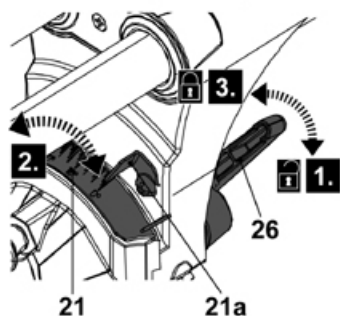

Fig. 7
- > Solte o manípulo de bloqueio do bisel (26) (Fig. 7, passo 1).
- > Mova o manípulo de operação (2) (passo 2) até que o ponteiro do ângulo de bisel (21a) se alinhe com o ângulo desejado na escala de bisel (21).